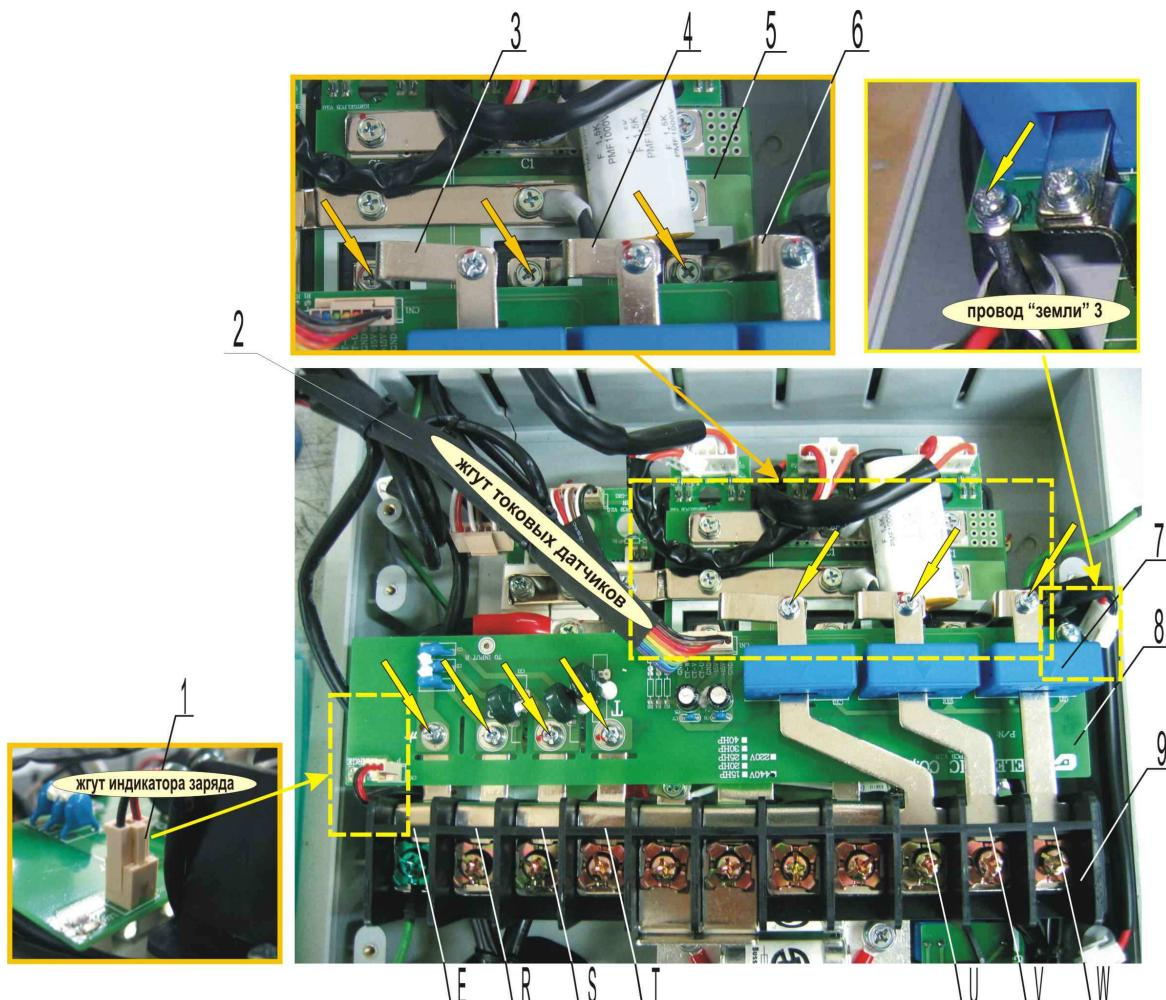

Рис. 6.10
- 6.8.1. Отсоединить жгут индикатора заряда от разъёма CN2 на плате варисторов (поз.1 на рис. 6.10).
- 6.8.2. Отсоединить жгут токовых датчиков от разъёма CN1 на плате (поз.2 на рис. 6.10). Снять кабель датчиков тока 2 (рис. 6.10), положить его в тару.
- 6.8.3. Выкрутить четыре винта крепления платы варисторов 8 к шинам E, R, S и T (рис.6.10). Положить винты в тару.
- 6.8.4. Выкрутить три винта крепления шин клеммной колодки U, V, W. к шинам 3, 4, 6 (рис.6.10). Положить винты в тару.
- 6.8.5. Выкрутить винт крепления провода заземления 3 к плате варисторов (рис.6.10). Положить винт в тару.
- 6.8.6. Выкрутить три винта крепления шин 3, 4, 6 к контактам модулей IGBT (рис. 6.10). Положить винты и шины в тару.
- 6.8.7. Снять плату варисторов, аккуратно сдвинув датчики тока 7, установленные на плате варисторов с шин клеммной колодки U, V, W (рис. 6.10). Положить плату в тару.